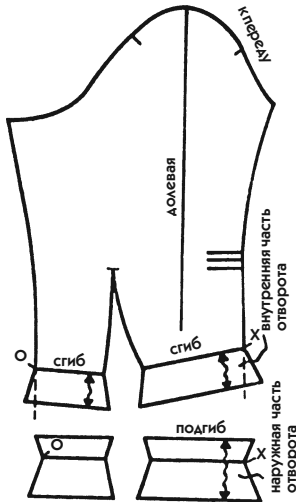
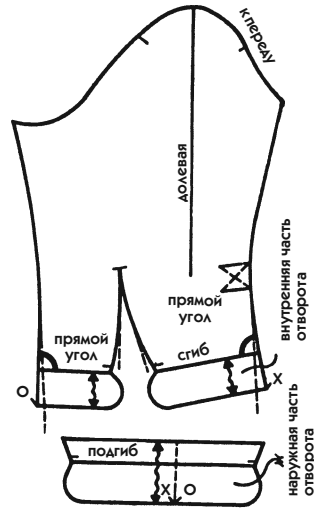

Рис. 381
Рис. 382
3. Отогните внутреннюю часть отворота наверх, перегибая бумагу по линии низа рукава. Переведите на нее линии переднего и заднего срезов рукава и линии вытачки в локтевом шве, увеличивая их наклон на 1—2 мм (на рис. 381 наклонные отрезки, отходящие от засечек X и O, такие же, как и на локтевой вытачке). (Линии локтевого шва рукава продолжены вниз пунктирной линией, чтобы продемонстрировать наклон, который принимает отворот по отношению к этой линии.)
- Переведите на другой лист бумаги 2 фрагмента внутренней части отворота передней и задней половинок рукава, расположенные по обе стороны вытачки в локтевом шве. Добавьте сверху необходимую ширину для подгиба (см. рис. 381).
Если из эстетических соображений вы не хотите иметь шов на передней части отворота, как получилось в описании рис. 381, то сделайте следующее (см. рис. 382).
2. На переднем и заднем срезах рукава приложите угольник к линии низа и проведите под прямым углом от линии локтя плавные сплошные линии, соединяющие срез рукава с линией низа (пунктирные линии на рис. 382 обозначают прежние боковые срезы).
3. Увеличьте распах вытачки на величину расширения рукава (на рис. 382 пунктирные линии показывают прежний распах вытачки).
- Отворот предполагается соединять около локтевой вытачки. Начертите его форму, как показано на рис. 382. Для этого переведите одну из его частей, затем скопируйте чертеж на другую часть, совмещая линии.
5. На другой лист бумаги переведите обе части отворота с передней и задней половинок рукава, совмещая их вдоль линии срезов, чтобы получить цельную прямую полосу наружной части отворота, где засечки X и O соединены (она находится внизу рис. 382).
- Застрочите локтевую вытачку, не доходя на 0,5—1 см до сгиба отворота (см. маленькие засечки на рис. 382).